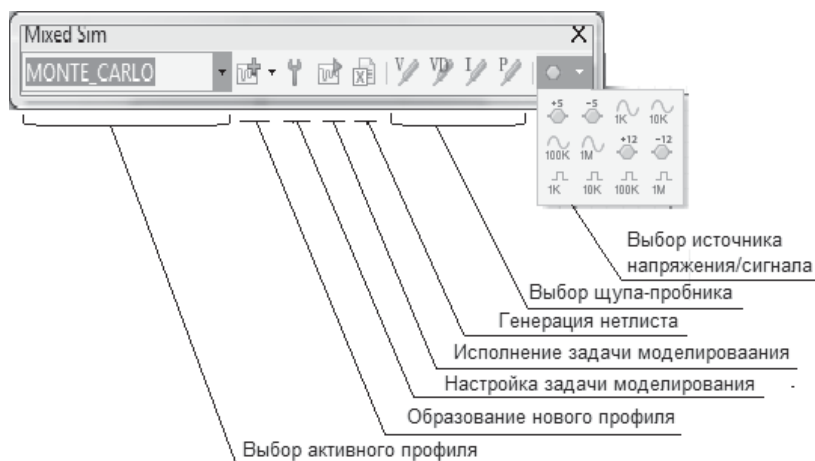

Рис. 8.6. Плавающее меню управления моделированием
- Активируемое командой меню **View | Toolbars | Mixed Sim** плавающее меню управления моделированием **Mixed Sim** (рис. 8.6) также модернизировано. В состав меню входят команды и функции управления: